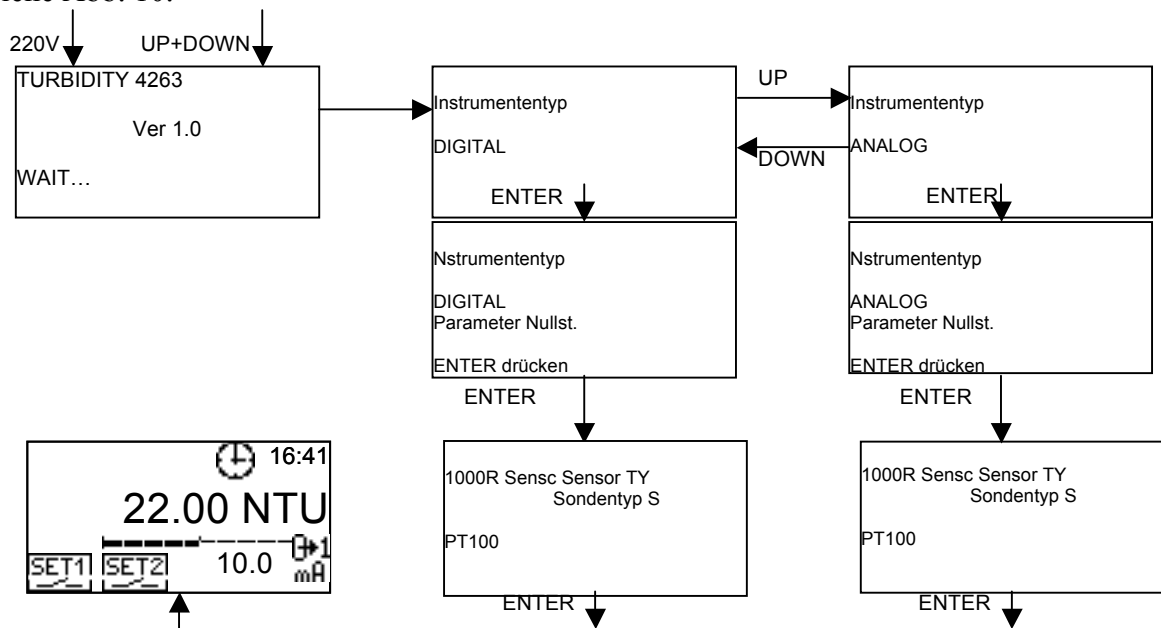

Abbildung 13 – Flow-Chart Instrumenteneinstellung
Dabei kann man Minus- und Pluswerte für die ON- und OFF-Zeit einstellen. (Abb. 13)
*Beispiel. ON Zeit: -5 Sek., OFF Zeit -10 Sek.* (Abb. 13.a)
*Beispiel. ON Zeit: 5 Sek., OFF Zeit 10 Sek.* (Abb. 13.b)
Wird der Sollwert als PID-PWM eingestellt ist es möglich, mit Relais 1 eine Pumpe mit EIN/AUS-Schaltung zu betreiben, als handle es sich um eine Proportionaleinstellung. Für diese Funktion ist das Programmieren eines Zeitraums (in Sekunden) erforderlich, in dem anschließend die Berechnung der PWM Regelung erfolgt. Max. programmierbarer Zeitraum von 999 Sekunden, stufenweise Einstellung zu je 1 Sekunde. Es wird empfohlen, mit kurzen Zeiten zu beginnen und diese dann anschließend zu steigern, um abrupte Änderungen während der Messung zu vermeiden. Zur Funktionsweise des Relais mit PID-PWM siehe Abb. 13.b